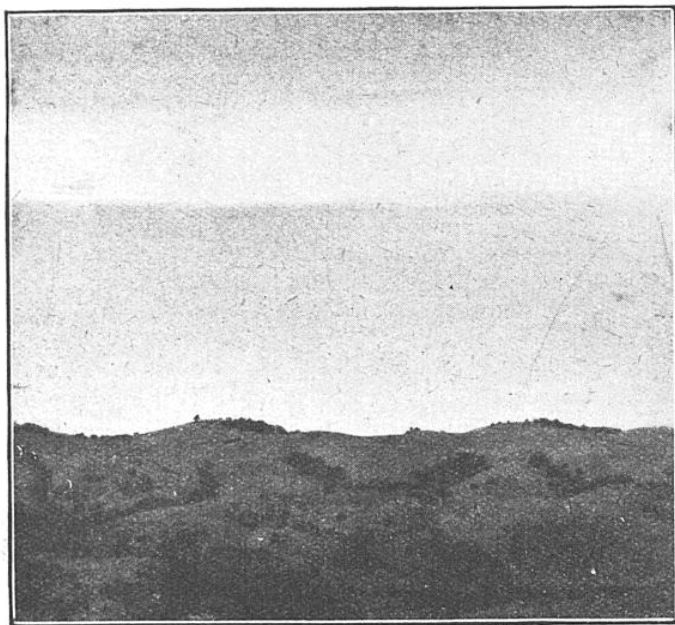

FIG. 8. — LES RAYONS VIOLETS ET ULTRAVIOLETS SONT RAPIDEMENT ABSORBÉS PAR LA BRUME
*Voici le même paysage que celui de la figure 8, photographié avec des plaques spéciales sensibilisées aux rayons infrarouges. Tous les lointains sont nettement visibles.*